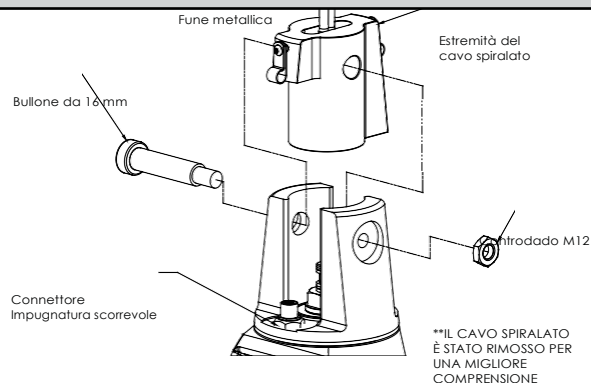

Fig. 6A1. Impugnatura scorrevole, bullone e cavo spiralato
- 6A.4** Una volta che la fune metallica, l'estremità del cavo spiralato e il perno dell'impugnatura scorrevole sono allineati, sostituire il bullone da 16 mm catturando così la fune metallica, l'estremità del cavo spiralato e l'impugnatura scorrevole (**Fig. 6A1**).
- 6A.5** Inserire il connettore del cavo spiralato nel connettore dell'impugnatura scorrevole (**Fig. 6A1**).